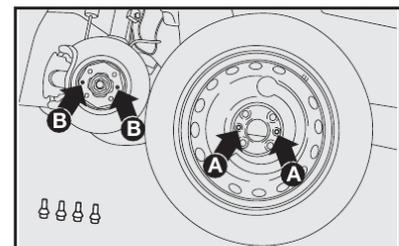
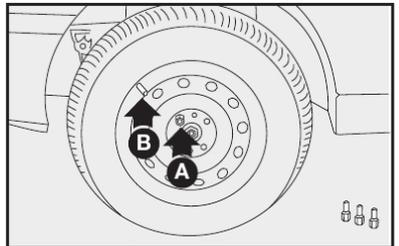

fig. 8
fig. 9
- Montar a roda sobressalente, encaixando os furos A-fig. 8 com os respectivos pinos B-fig. 8.
- Atarraxar apenas um dos parafusos **A-fig. 8**, em correspondência com a válvula de enchimento **B-fig. 9**.